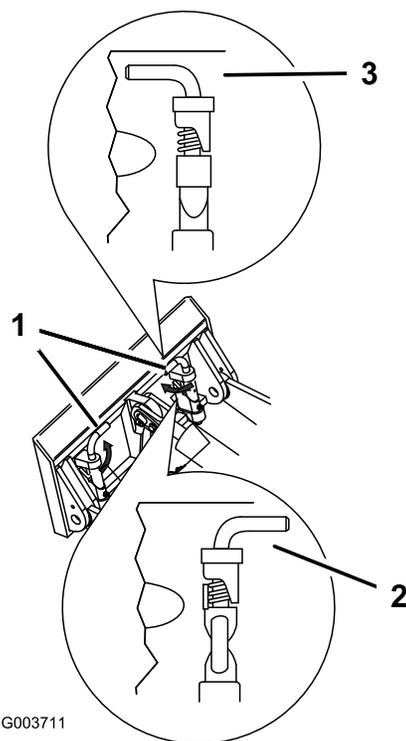

Рисунок 14
7. Закрепите быстроустанавливаемые штифты, убедившись, что они полностью вошли в монтажную пластину (Рисунок 14).